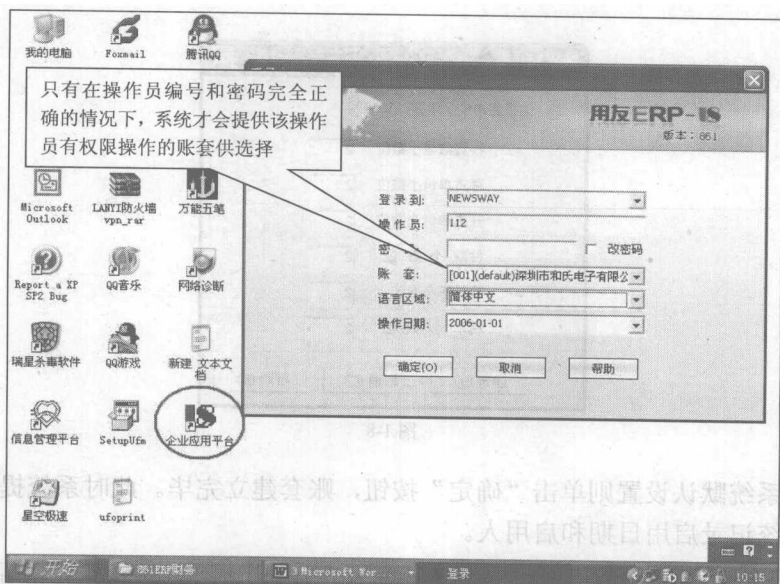

图 1-10
(10) 账套建立完毕之后,就可以登录账套对其进行操作了,单击“开始程序\用友 ERP-U8\企业应用平台”进行登录,如图 1-10 所示(为了以后使用方便,最好将“企业应用平台”以快捷方式放到桌面上)。